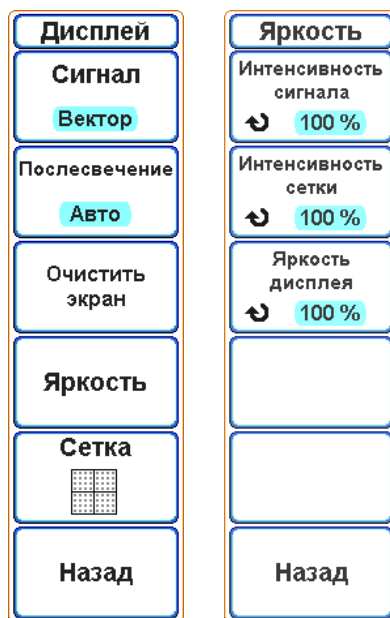

Рисунок 6.19 – Экранное меню «Дисплей»
- Перейти в главное меню, нажав кнопку «МЕНЮ» в блоке «УСТАНОВКА» (рисунок 6.1, поз. 3) и нажать экранную кнопку «Дисплей», чтобы открыть экранное меню «Дисплей» (рисунок 6.19);